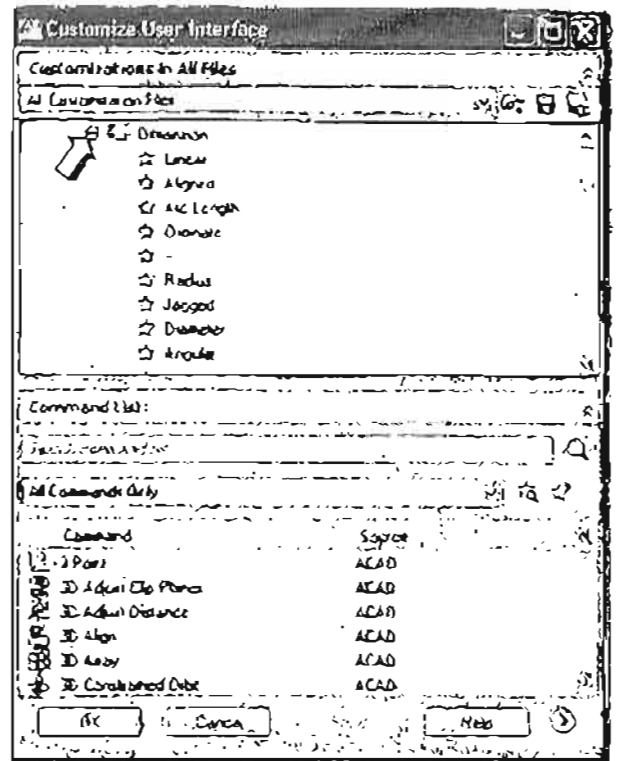

Рис. 1.41. Выбор и развертывание панели инструментов для добавления кнопки
3. В раскрывшемся списке выберите панель Dimension (Размеры) и разверните список имеющихся на этой панели команд, щелкнув на знаке плюс (+) слева от строки Dimension (Размеры) (рис. 1.41).